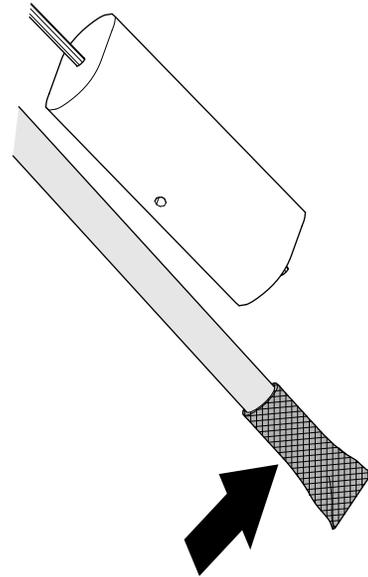

Bild 91
1. Reinigen Sie das Sieb am Ende des Kraftstoffzulaufschauchs (Bild 91).